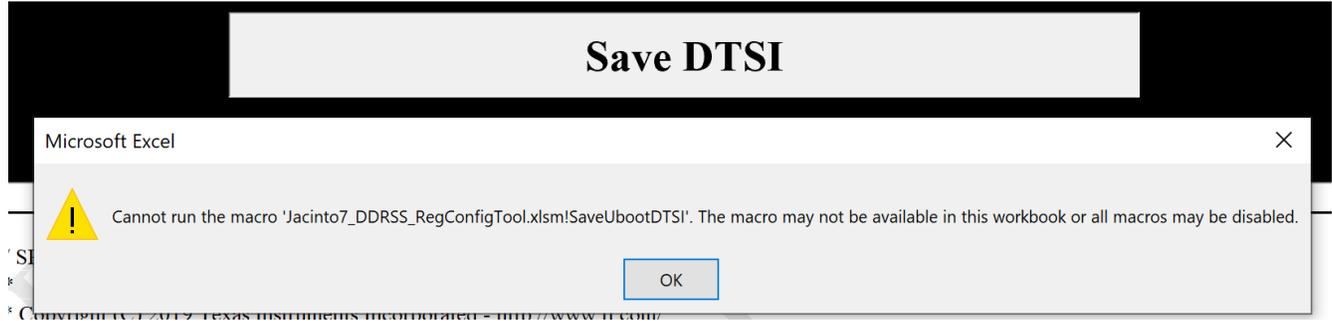

图 4-5. “无法运行宏” 错误
3. 当在工作簿内选择任意按钮后，收到一条错误消息，内容为“Cannot run the macro ...”（如图 4-5 中所示）。
问题：当在工作簿内选择任意按钮后，收到一条错误消息，内容为“Cannot run the macro ...”（如图 4-5 中所示）。